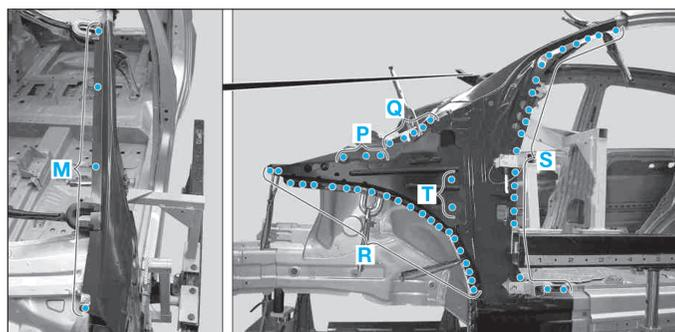

FIG. 50
- Souder les points dans la zone (K₁) et (L).
- Souder les points dans les zones (M), (P), (Q), (R), (S) et (T) (Fig.50).